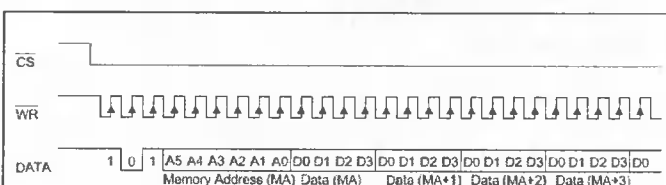

Рис. 4. Диаграмма записи файла данных в последовательном режиме с автоинкрементом
- режим генерации меандра (рис. 4, а);
- режим генерации положительного импульса (рис. 4, б);
- режим генерации отрицательного импульса (рис. 4, в);
- режим удержания на выходе логического нуля (рис. 4, г);
- режим удержания на выходе логической единицы (рис. 4, д).